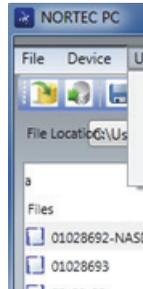
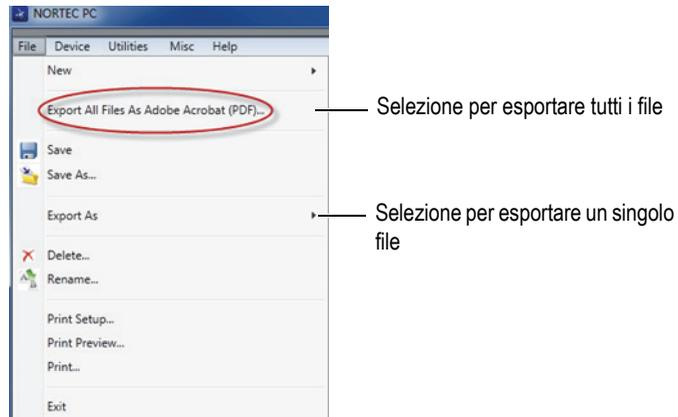

Figura 6-14 File nel riquadro a sinistra della finestra del NORTEC PC
Figura 6-15 Il menu File
- ◆ Selezionare il file nel riquadro a sinistra della finestra del NORTEC PC (vedere Figura 6-14 a pagina 330) ed in seguito selezionare **Export As > PDF** (vedere Figura 6-15 a pagina 330)
- ◆ Nel menu **File** del NORTEC PC, selezionare **Export All Files As Adobe Acrobat (PDF)** [vedere Figura 6-15 a pagina 330].